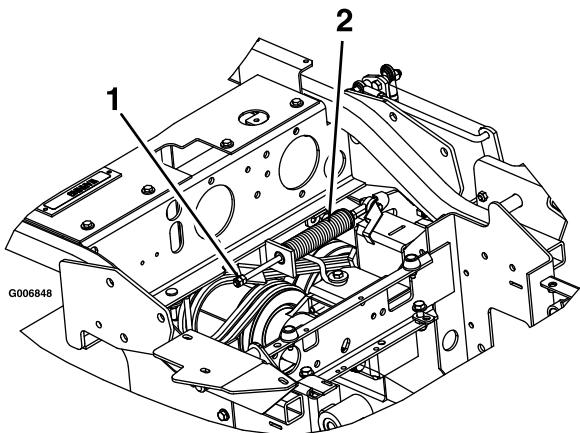

Figura 59
3. Localice el muelle del freno y desenrosque las dos contratuerca hasta el extremo de la varilla del muelle del freno (Figura 59).